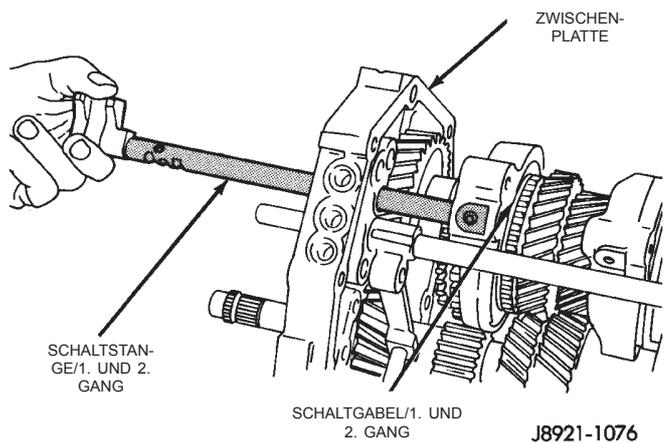

Abb. 74 Schaltstange/1. und 2. Gang ausbauen
(26) Die Schaltstange für den ersten und zweiten Gang aus der Schaltgabel für den ersten und zweiten Gang und aus der Zwischenplatte herausziehen (Abb. 74).